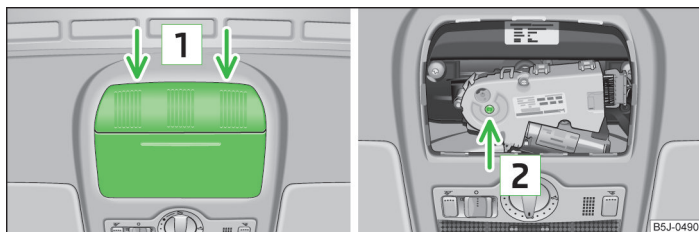

Fig. 22 Punto de apoyo del destornillador/orificio para apoyar la llave
- Insertar cuidadosamente un destornillador de unos 5 mm de anchura en la ranura, en los puntos indicados con flechas **1** » fig. 22.